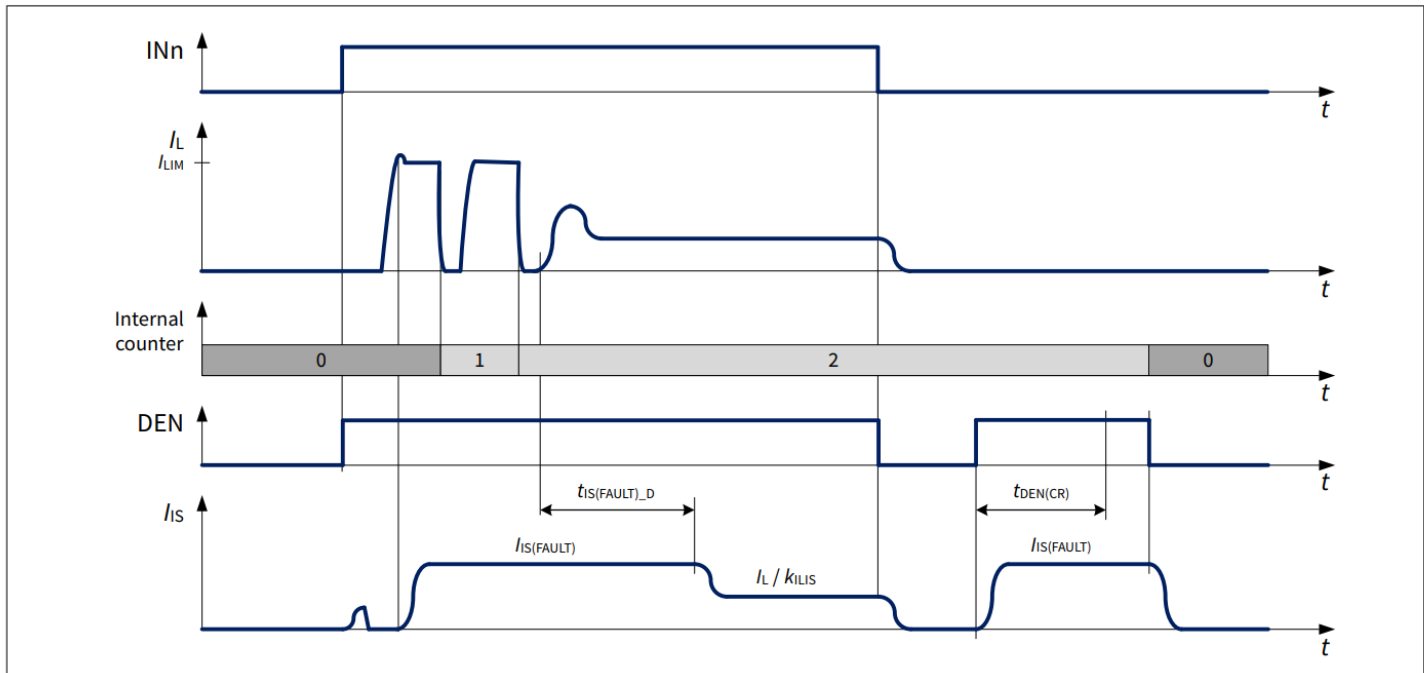

Figure 28 $I_{IS(FAULT)}$ at load switching
- 如果通道打开，且重启次数小于“ $n_{RESTART(CR),TYP}$ ”，通道允许重启后，IS管脚上电流维持在 $I_{IS(FAULT)}$ ，在时间 $t_{IS(FAULT)_D}$ 时间之后， $I_{IS} = I_L / k_{ILIS}$ （如图28所示）。在重启过程中，每次检测通道诊断时，IS管脚上电流为 $I_{IS(FAULT)}$ 。